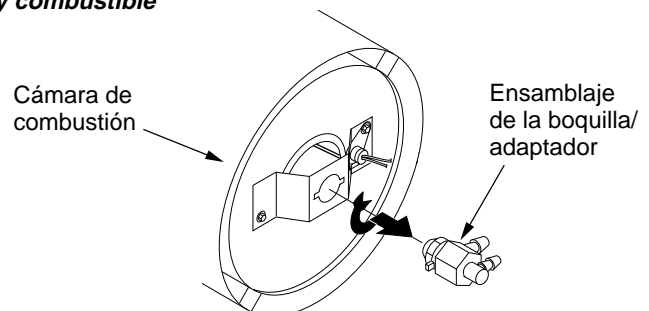

Figura 14 - Desmontaje del ensamblaje de la boquilla/adaptador
- Gire el ensamblaje de la boquilla 1/4 de vuelta a la izquierda y jale hacia el motor para desmontar (consulte la figura 14).
- Sujetar el conjunto de boquillas a la banda de fijación del quemador (consulte la figura 14).